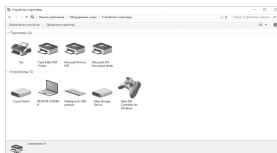
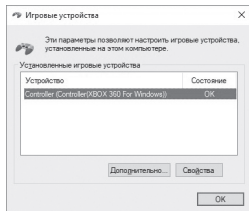
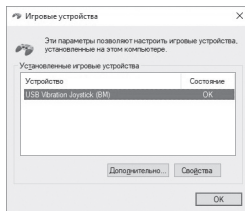

Рис. 4
Рис. 6
Рис. 7
- Для того, чтобы проверить и настроить геймпад, необходимо открыть вкладку «Устройства и принтеры» в панели управления Windows (в режиме «XInput» геймпад отображается как «Xbox 360 Controller for Windows», в режиме «DirectInput» - «USB Gamerpad»), затем щелкнуть правой кнопкой мыши по иконке устройства и выбрать «Параметры игровых устройств» (возможно потребуются права администратора) (рис.4,5). При этом появится окно «Игровые устройства». В режиме «XInput» геймпад отображается как «Controller (XBOX 360 For Windows)» (рис.6), в режиме «DirectInput» - «USB Vibration Joystick (BM)» (рис.7). Для переключения между режимами «DirectInput» и «XInput» необходимо перевести переключатель  в соответствующее положение.